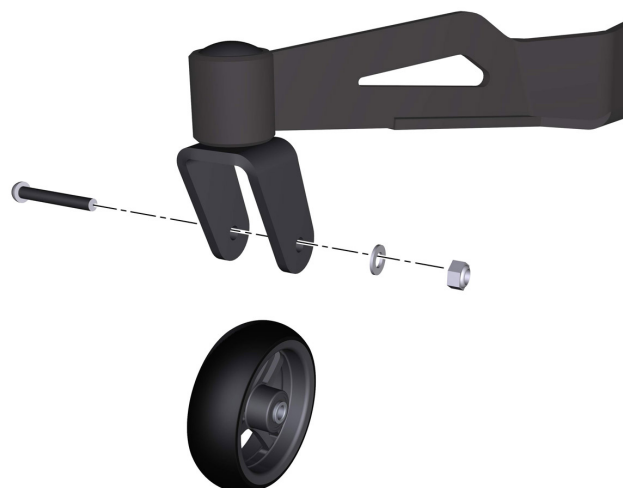

Abbildung 36. Stützräder
2. Schraube abmontieren. Siehe Abbildung. 36.
2. Montieren Sie das Rad mit Schrauben, Unterlegscheibe und Mutter Siehe Abbildung. 36.